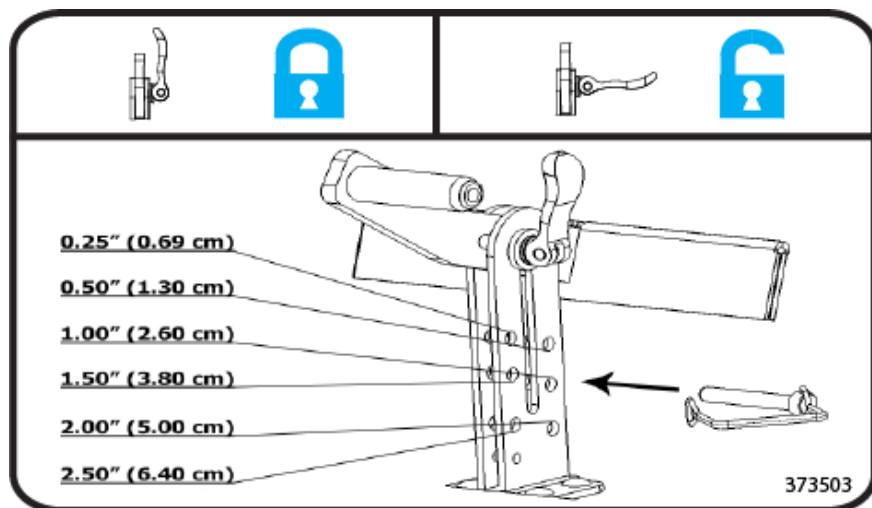

Рис. 2.
1. Выберите глубину резания. См. информационную табличку (рис. 2). ПРИМЕЧАНИЕ: при срезании дерна на корнях должно оставаться минимальное количество земли (1/4–3/8 дюйма). Это снизит его массу при утилизации и стимулирует быстрый рост травы при повторном использовании.